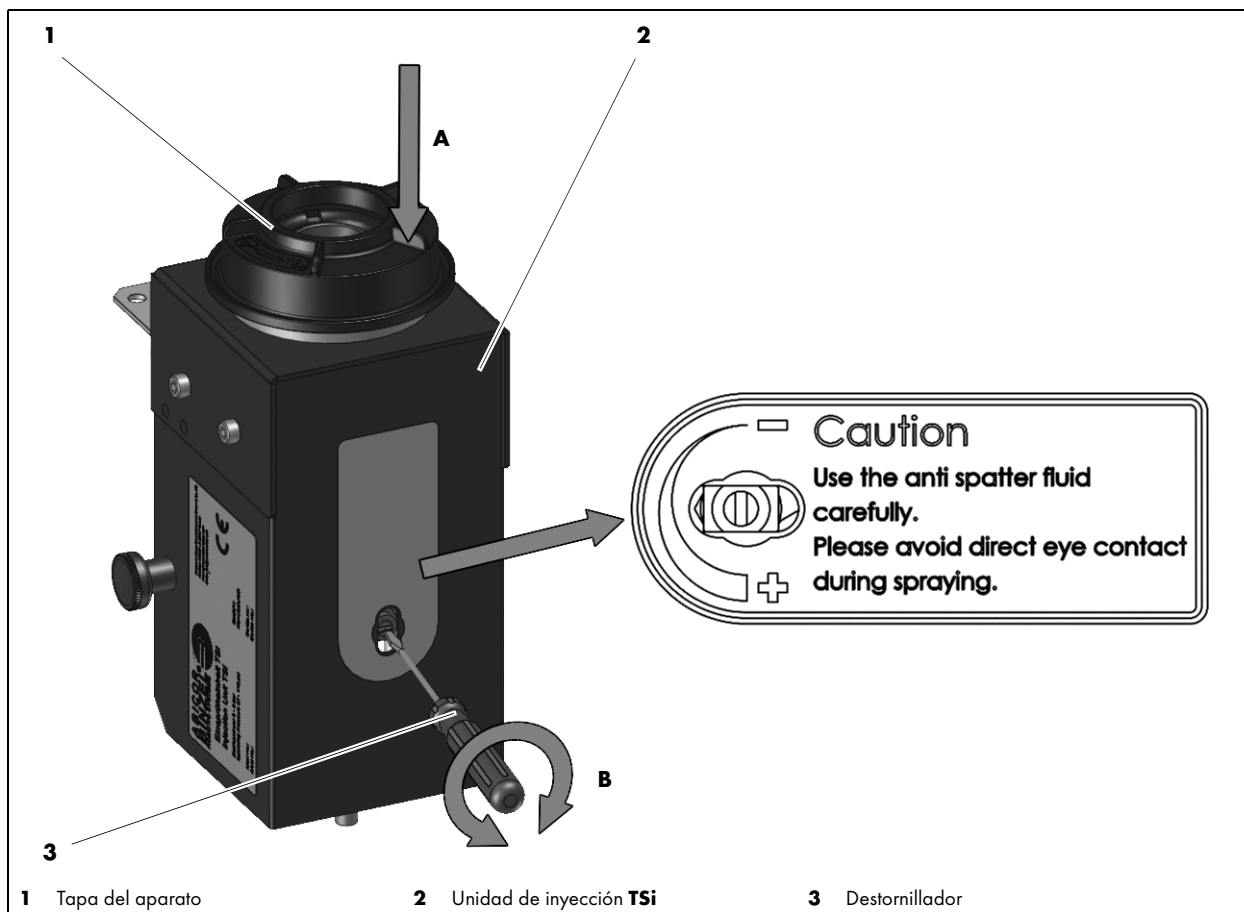

Fig. 8 Ajuste manual del líquido antiproyecciones
• Ajuste incorrecto de la cantidad de líquido antiproyecciones	<ul style="list-style-type: none"> • Ajustar correctamente la cantidad de líquido antiproyecciones ⇒ Fig. 8 Ajuste manual del líquido antiproyecciones en la página ES-14